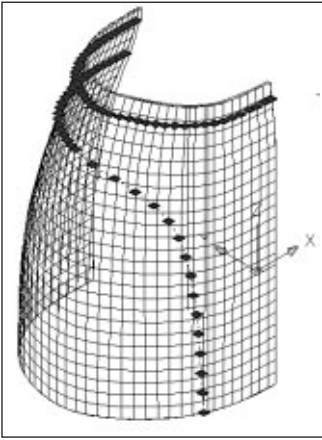

Рис. 9
**Шаг 8.** Предположим, мы хотим построить и получить лекала прямой юбки с заниженной линией талии и кокеткой. На построенной 3D модели это делается очень просто. Вводим параметры «занижение талии» и «ширина кокетки». С помощью команды «Построение сечений» получаем модельную линию кокетки юбки. На передней половине нарисуем фигурную линию членения (рис. 9).